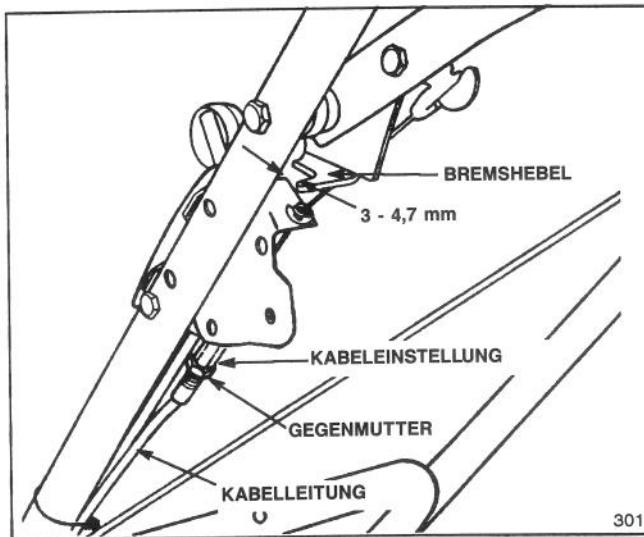

Abbildung 19
2. JUSTIERUNG ÜBERPRÜFEN (Abb. 19)—
3. KABELLEITUNG JUSTIEREN—Gegenmutter an der Kabeleinstellung lösen (Abb. 19). 3 - 4,75 mm Abstand zwischen Bremshebel und Schiebestange einstellen. Kabelleitung justieren, bis sie straff ist. Dann die Gegenmutter anziehen.